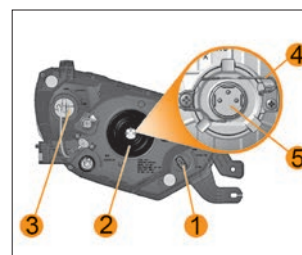

Рис. 58. Блок-фара
**Для доступа к лампе ближнего/дальнего света** (рис. 58), отсоедините колодку жгута проводов и снимите резиновый кожух лампы **2**, отведите в сторону «усик» **4** пружины лампы-держателя, предварительно нажав на «усик» пружины, выньте лампу **5** из посадочного места рефлектора. Монтаж новой лампы проводите в обратном порядке. Все работы по установке галогеновой лампы проводите в перчатках во избежание оставления следов на колбе лампы. После установки лампы ближнего/дальнего света убедитесь в плотном прилегании резинового кожуха на цоколе лампы и корпусе блок-фары.